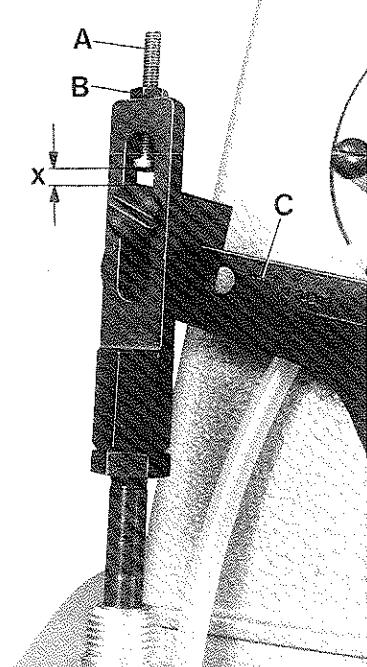

Fig. 30
Set the pneumatic presser foot lifter so that the presser foot lifts 4 to 4,5 mm (5/32 to 3/16 in.). With adjusting screw (A, Fig. 30) the presser foot lifting can be changed. Loosen lock nut (B) and turn adjusting screw (A) down to increase the presser foot lifting or up to decrease it. Retighten lock nut (B).
The end play (X, Fig. 30) of presser foot lifter lever (C) should be at least 1 mm (3/64 in.) before the presser foot starts lifting.
Mit der Einstellschraube (A, Fig. 30) kann das Anheben des Drückerfußes verändert werden. Lösen Sie die Feststellmutter (B) und drehen Sie die Einstellschraube (A) nach unten um das Anheben des Drückerfußes zu vergrößern oder nach oben, um es zu verkleinern. Ziehen Sie die Feststellmutter (B) wieder an.
Das Spiel (X, Fig. 30) des Drückerfußliftherels (C) muß mindestens 1 mm betragen bevor der Drückerfuß anzuheben beginnt.